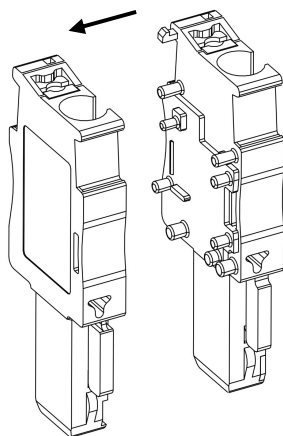
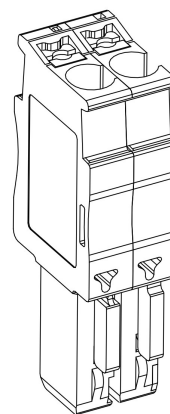
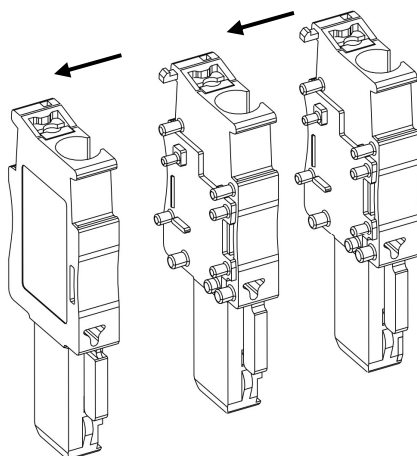
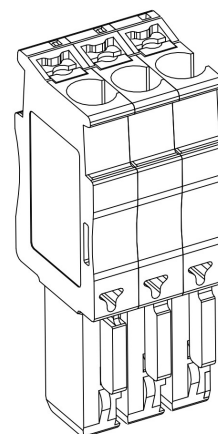

Рисунок 17 – штекеры ВШ-Н в исполнении «левый» и «правый»
Рисунок 18 – блок штекеров ВШ-Н из 2 полюсов
Рисунок 19 – штекеры ВШ-Н в исполнении «левый», «центральный» и «правый»
Рисунок 20 – блок штекеров ВШ-Н из 3 полюсов
- Чтобы объединить отдельные штекеры ВШ-Н в блок, используйте штекеры соответствующего исполнения (левого, центрального и правого) на боковой стенке которых есть фиксаторы. Соедините штекеры, вставив пазы в фиксаторы (рис. 17; рис. 18; рис. 19; рис. 20).